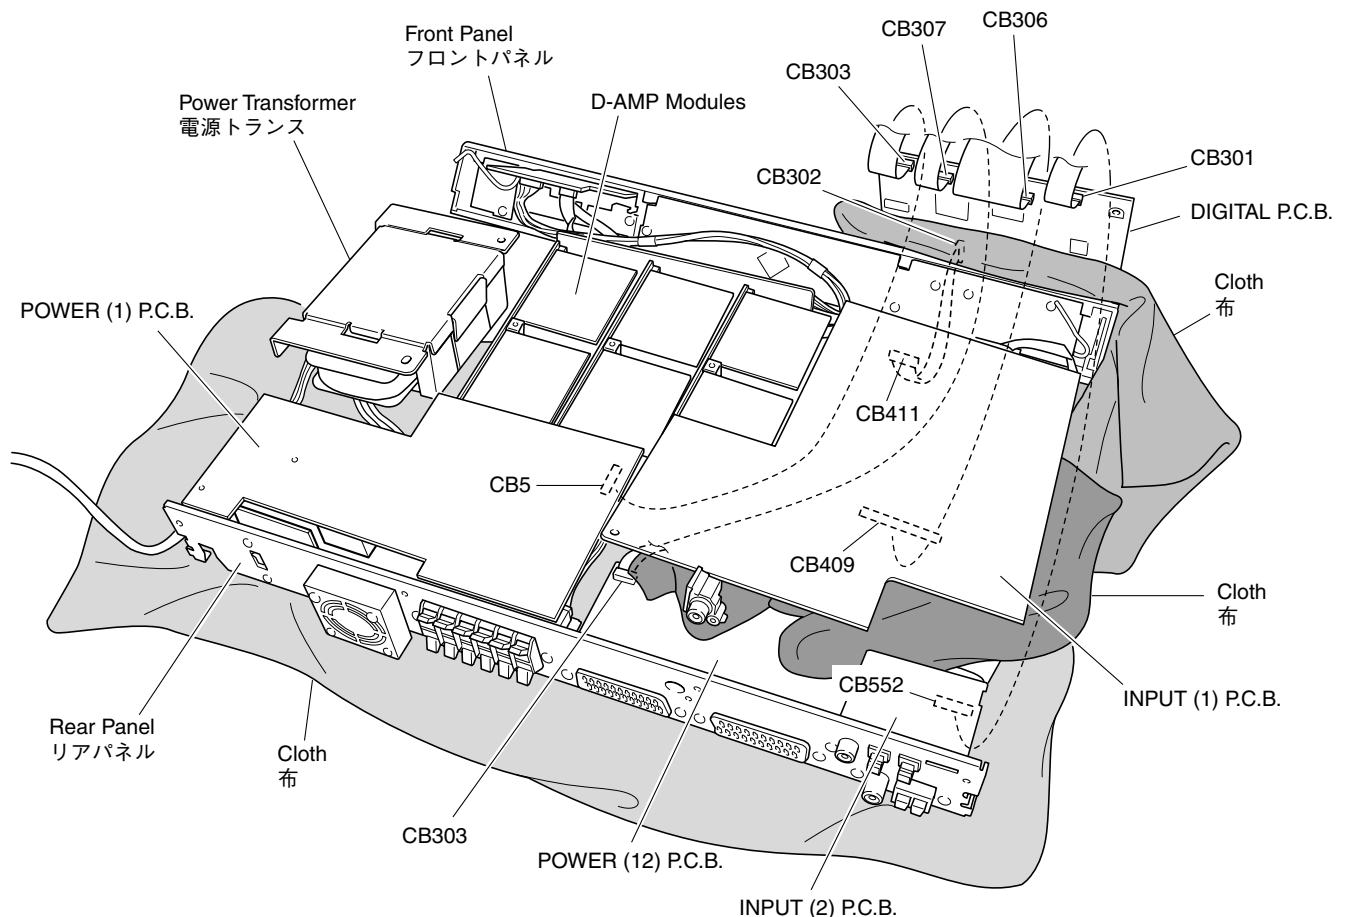

Fig. 5
- Remove the Front Panel, Rear Panel, P.C.B.s, Power Transformer and place all of the upside down for checking. (Fig. 5)
- シャーシからフロントパネル、リアパネル、P.C.B.、電源トランスを取り外し、すべてを裏返しに置いてチェックします。(Fig. 5)
- DIGITAL P.C.B. CB301 – INPUT (2) P.C.B. CB552: